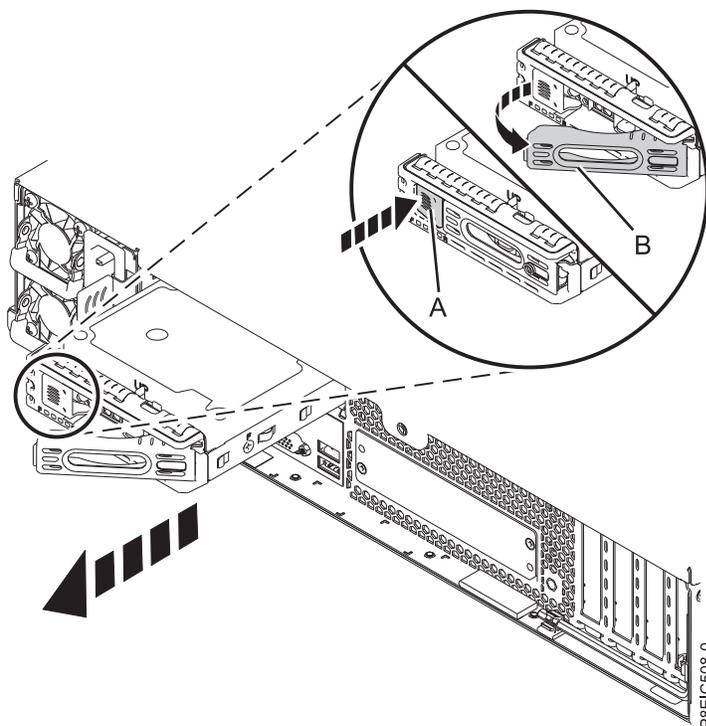

Abbildung 13. Laufwerk an der Rückseite ausbauen
3. Entriegeln Sie den Griff für die Laufwerkhalterung an der Rückseite, indem Sie auf die Griffentriegelung (A) drücken. Der Griff schnappt dann in Ihre Richtung auf. Ziehen Sie den Griff vollständig heraus; ist er nicht vollständig geöffnet, kann die Laufwerkhalterung nicht aus dem System gezogen werden (siehe Abb. 13).